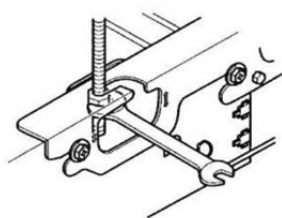

Fig. 8
- * Inserire la chiave dall'apertura della staffa di sospensione (vedere Fig. 8).